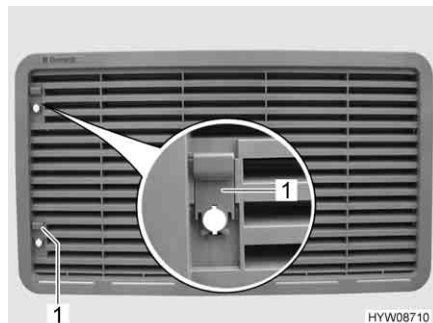

Fig. 138 Griglia di aerazione del frigorifero
- Spingere il cursore (Fig. 138,1) verso l'alto.